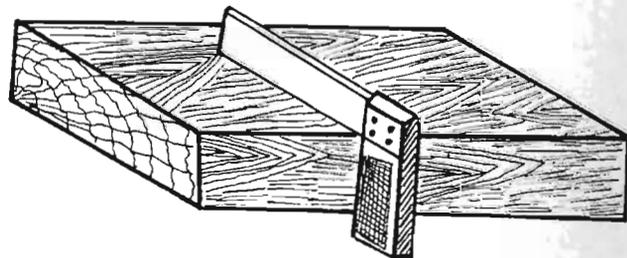

FIG. 2
- Para observar guiñe un ojo para - determinar la rectitud y alaveo - de la madera y marque defectos -- que encontró en la pieza de made- ra (Fig. 2).